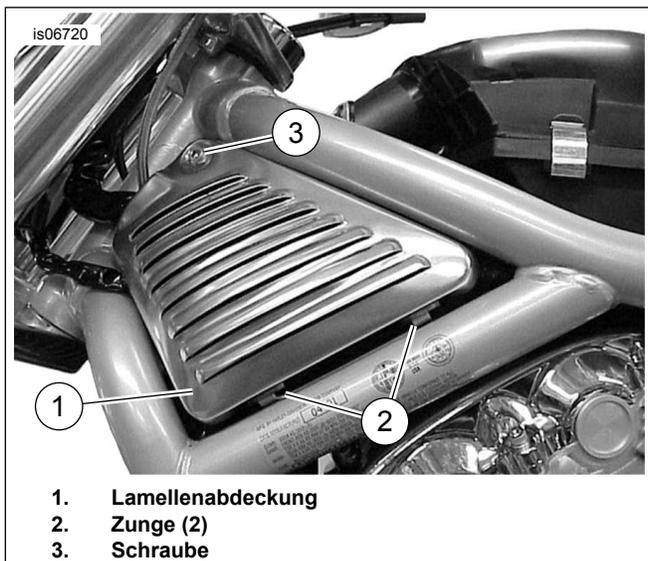

Abbildung 17. Linke Lamellenabdeckung (2002 bis 2003 V-Rod gezeigt)
1. Siehe Abbildung 17 >. Die Schraube (3) lösen, mit der die Lamellenabdeckung (1) vorne links am Motorrad befestigt ist. Die Lamellenabdeckung von den Zungen (2) abheben.